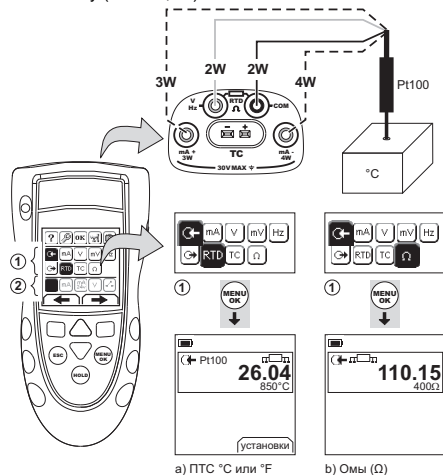
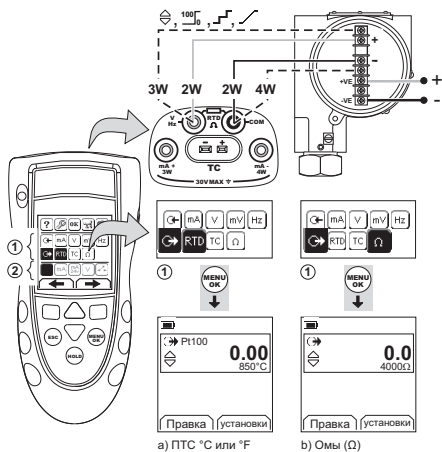

Рисунок 7: Пример конфигурации - Для измерения значений температуры или сопротивления
Рисунок 8: Пример конфигурации - Для имитации температуры или сопротивления
1. Подключите прибор (Рисунок 7 и Рисунок 8) и, при необходимости, отрегулируйте Настройка (Таблица 1).